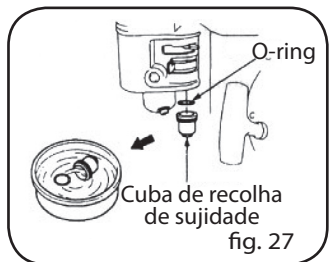

fig. 27
**3. LAVAGEM DA CUBA DE RECOLHA DE SUJIDADE (Fig. 27)**